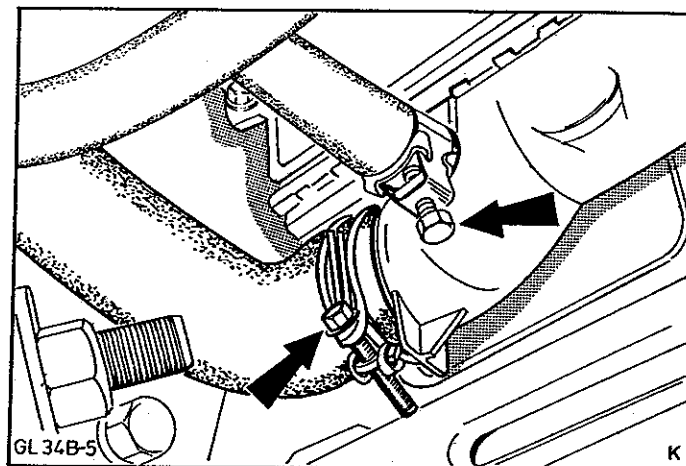

Abb.55 Kühlerschläuche unten befestigen
16. Kühlerschläuche oben und unten an Kühler befestigen und Kühlmittel auffüllen, Abb.55.